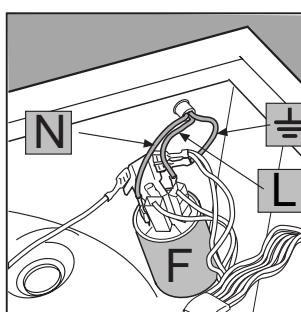

Fig. 14
3. Scollega i cavetti dal filtro antidisturbo **F [fig. 14] facendo attenzione alla loro posizione (cavetto **Blu=N**; cavetto **Marrone=L**) lasciando**